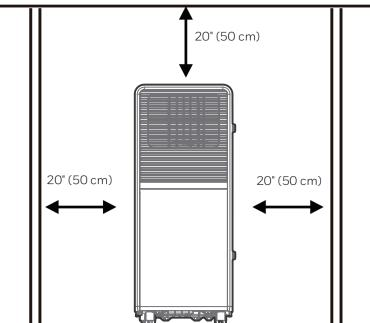

Fig. 4
- Ein tragbares Klimagerät sollte an einem freien und ungestörten Ort installiert werden. Blockieren Sie nicht den Luftauslass, und der erforderliche Abstand um das Gerät sollte mindestens 50 cm betragen. (Siehe Abb. 4)
- A portable air-conditioner shall be installed in the flat and empty place all around. Don't block the air outlet, and the required distance around should be at least 50cm. (See Fig.4)
- Un climatiseur portable doit être installé dans un endroit dégagé et non perturbé. Ne bloquez pas la sortie d'air, et la distance requise autour de l'appareil doit être d'au moins 50 cm. (Voir Fig. 4)
- Un condizionatore portatile deve essere installato in un luogo libero e non ostacolato. Non bloccare la bocca di uscita dell'aria, e la distanza minima richiesta attorno all'unità deve essere di almeno 50 cm. (Vedere Fig. 4)